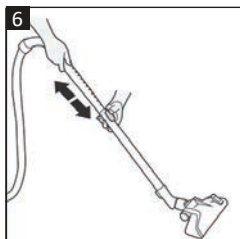

Fig. 6
- Glisați Butonul de eliberare a tubului telescopic (21) în direcția săgeții marcate pe buton și țineți-l în timp ce reglați tubul telescopic la lungimea dorită (Fig. 6).